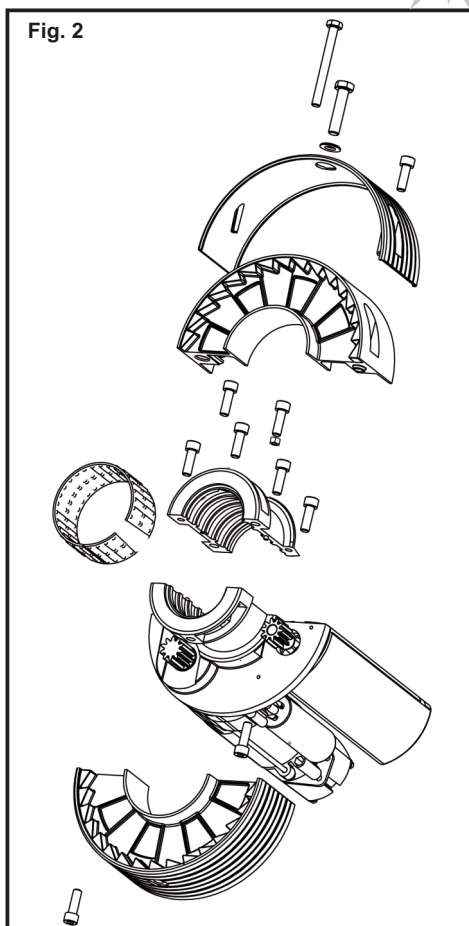

Fig. 2
- C) Smontare la corona del motoriduttore in due metà, svitando le viti M8 (FIG. 2).
- D) Estrarre con delicatezza dallo chassis la fascia a rulli in plastica, evitando forti piegature che causerebbero la fuoriuscita dei rullini. Tale operazione non si effettua in presenza di motoriduttore Roll 76 e Roll 101, poiché non dotati di fascia a rulli (FIG. 2).
- E) Smontare lo chassis del motoriduttore, svitando le quattro viti M8 (FIG. 2).
- G) Accoppiare sull'albero della serranda la parte dello chassis che contiene il motore elettrico con il collare di chiusura, mediante le quattro viti M8 (FIG. 2).
- I) Montare sul collo dello chassis la fascia a rulli, facendo sempre attenzione a non effettuare forti piegature al fine di evitare la fuoriuscita dei rullini. Tale operazione non si effettua in presenza di motoriduttore Roll 76 e Roll 101, poiché non dotati di fascia a rulli (FIG. 2).
- L) Montare sullo chassis le due semicorone, facendole ruotare sulla fascia a rulli e fissarle con le due viti M8. In presenza di motoriduttore Roll 76 e Roll 101 la corona ruoterà direttamente sul collo dello chassis tornito (FIG. 2).
- C) Remove the crown of the motor, unscrewing the screws M8 (FIG. 2).
- D) Extract from the chassis, with delicacy, the band with rolls in plastics, avoiding heavy folds that would cause the spillage of the rullinis. Doesn't effect this operation in case of motors Roll 76 and Roll 101, since they do not endowed with band to rolls (FIG. 2).
- G) Assemble on the tube of the shutter the chassis part with electric motor, with the second part of the chassis through the four screws M8 (FIG. 2).
- I) Mounted on the chassis neck, the band with rolls, being careful not to make strong folding to prevent spillage of rolls. Doesn't effect this operation in case of motors Roll 76 and Roll 101, since they do not endowed with band with rolls (FIG. 2).
- L) Mounted on the chassis the two demicrown, rolling them on the band with rolls and fix them with the two screws M8. In case of motors Roll 76 and Roll 101 the crown will rotate directly on the chassis neck turned (FIG. 2).
- C) Démonter la couronne du moteur, en deux moitiés, en dévissant les vis M8 (FIG. 2).
- D) Extraire du châssis, avec délicatesse, la bande en plastique avec roulements, en faisant très attention à éviter les pliages qui causeraient l'écoulement des roulements. Ne pas effectuer cette opération en présence du moteur Roll 76 et Roll 101, par ce qu'ils ne sont pas doté de bande en plastique avec roulements (FIG. 2).
- G) Accoupler sur le tube du rideau la partie du châssis qui contient le moteur électrique, avec la deuxième partie du chassis avec le 4 vis M8 (FIG. 2).
- I) Monter sur le châssis la bande en plastique avec les roulements, en faisant toujours attention à ne pas effectuer des forts pliages afin d'éviter l'écoulement des roulements. Ne pas effectuer cette opération en présence du moteur Roll 76 et Roll 101, par ce qu'ils ne sont pas doté de bande en plastique avec roulements (FIG. 2).
- L) Monter sur le châssis les deux demi-couronnes, en tournant les mêmes sur la bande en plastique avec les roulements et les fixer avec les deux vis M8. En présence de moteur Roll 76 et Roll 101, la couronne tournera directement sur le cou du châssis tourné (FIG. 2).
- C) Desmontar la corona del motor en dos mitades, destornillando los tornillos M8 (FIG. 2).
- D) Extraer del chasis con delicadeza la faja de plástico con rodamiento, evitando fuertes pliegues que causarían el derrame de los rodamientos. Tal operación no si efectua en presencia de motor Roll 76 y Roll 101, ya que no dotados con faja de plástico con rodamiento (FIG. 2).
- G) Ensamblar sobre el árbol del cierre metálico la parte del chasis que lleva el motor eléctrico, con la segunda parte de chasis, a través de 4 tornillos M8 (FIG. 2).
- I) Montar sobre el cuello del chasis la faja de plástico con rodamiento, siempre teniendo cuidado con no efectuar fuertes pliegues para evitar el derrame de los rodamientos. Tal operación no si efectua en presencia de motor Roll 76 y Roll 101, ya que no dotados con faja a rodamientos (FIG. 2).
- L) Montar sobre el chasis las dos semicoronas, haciéndoles girar sobre la faja de plástico a rodamientos y fijarle con los dos tornillos M8. En presencia de motor Roll 76 y Roll 101 la corona girará directamente sobre el cuello del chasis torneado (FIG. 2).